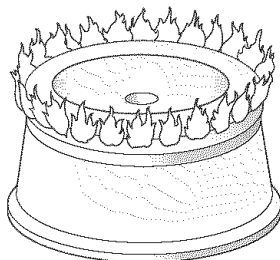

Figura 11
1. Ajuste de entrada de aire (figura 11)